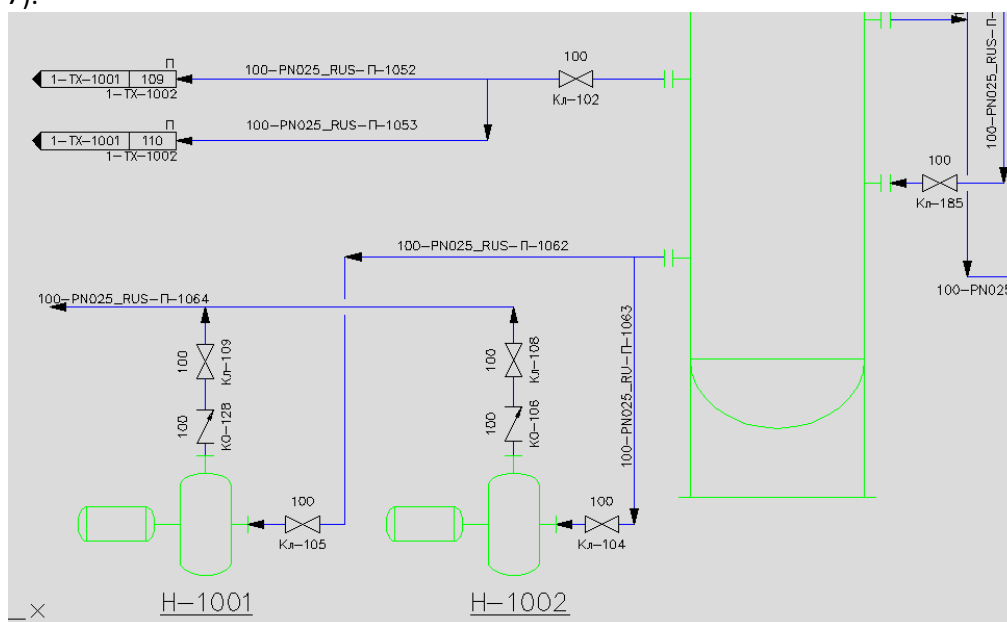

Рис. 7
6. Создайте схему – как показано на рисунке и следуя инструкциям, приведенным ниже (Рис. 7).